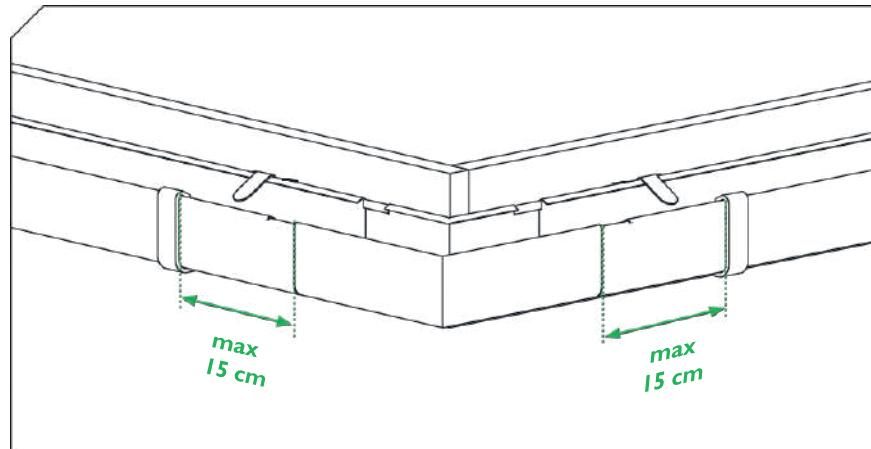

Рисунок 13
5.1. Разместите кронштейны на расстоянии не более 15 см от угла. (рисунок 13)